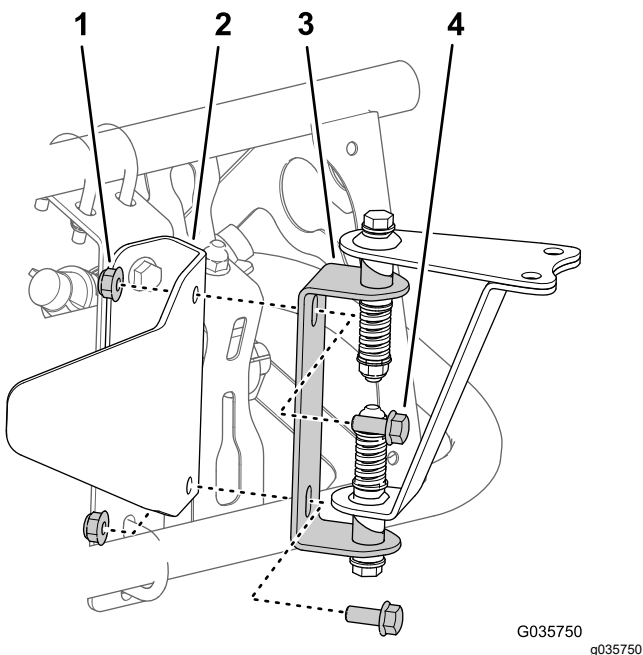
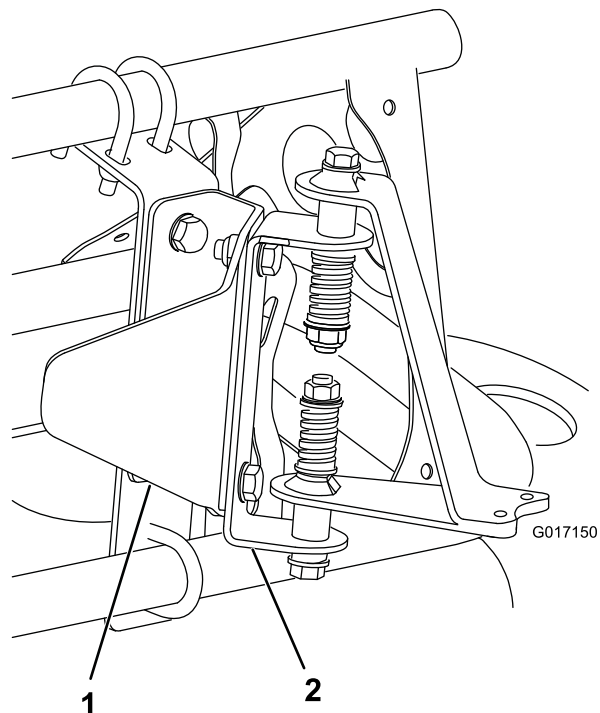

Figura 17
Figura 18
3. Instale los herrajes de montaje del sensor en el soporte del protector del sensor con 2 pernos (5/16" x 3/4") y 2 contratuercas (5/16") según se muestra en Figura 17 (brazo abierto) o Figura 18 (brazo cubierto).